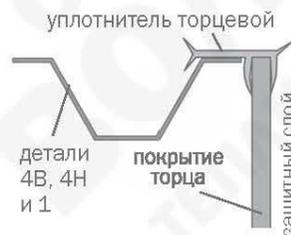

Рис.17
4. Подровняйте ножом покрытие по дугам 4н и 4в, а затем установите уплотнительный профиль в соответствии с рис.17.